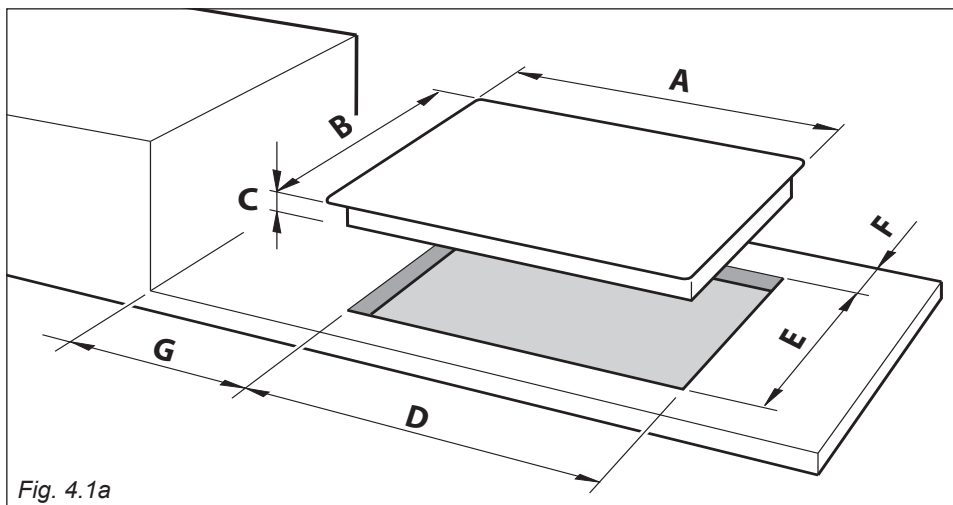

Fig. 4.1a
Lav en udskæring i bordpladen iht. målene i fig. 4.1a, og sørg samtidig for, at nedenstående overholdes:
- Der skal være en min. afstand mellem kogepladen og sidevægge på 200 mm iht. fig. 4.1a og 4.1b.
- Der skal være en min. afstand mellem bagvæggen og kogepladen på 60 mm iht. fig. 4.1a.
- Foretag udskæringen i køkkenbordpladen som vist på fig. 4.1a.